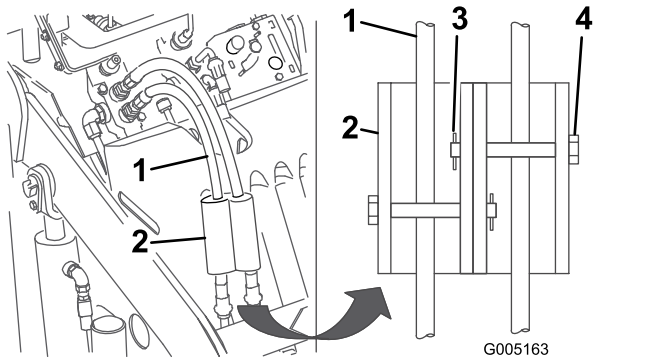

Bild 21
- Montieren Sie die Zylinderschlösser über die Hydraulikschläuche und befestigen Sie diese mit den Lastösenbolzen und den Splints (Bild 21).